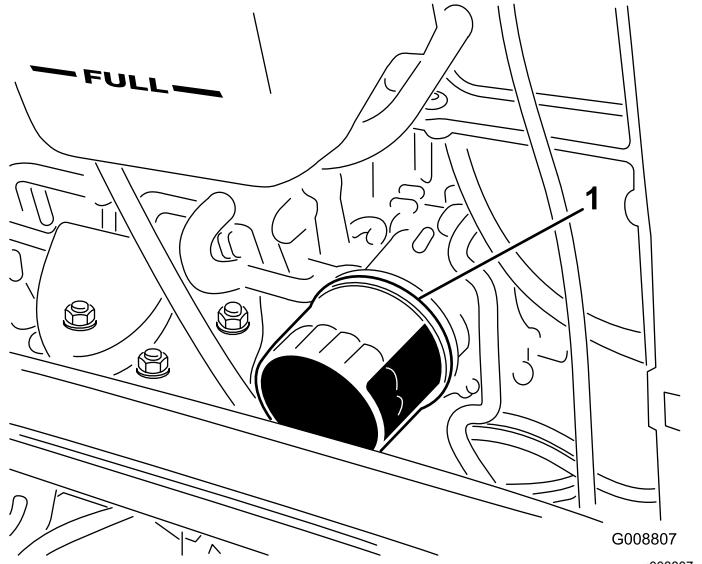

Bild 58
4. Entfernen Sie den Ölfilter (**Bild 58**).